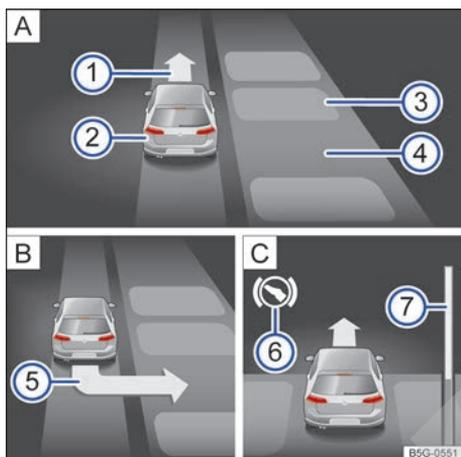

Fig. 137 En la pantalla del cuadro de instrumentos: aparcarse en batería. **A** Buscar un hueco de aparcamiento. **B** Posición para aparcarse. **C** Maniobrar.
- Aparque cuando en la pantalla del cuadro de instrumentos aparezca la indicación de aparcar → fig. 137 ⓘ → pág. 192.
Leyenda de la fig. 137 (modo de aparcamiento en batería marcha atrás):
- Frene cuando suene una señal acústica indicando cambiar de dirección, se ilumine la flecha → fig. 137 **1** **A**, se encienda el símbolo blanco  o se muestre un mensaje.